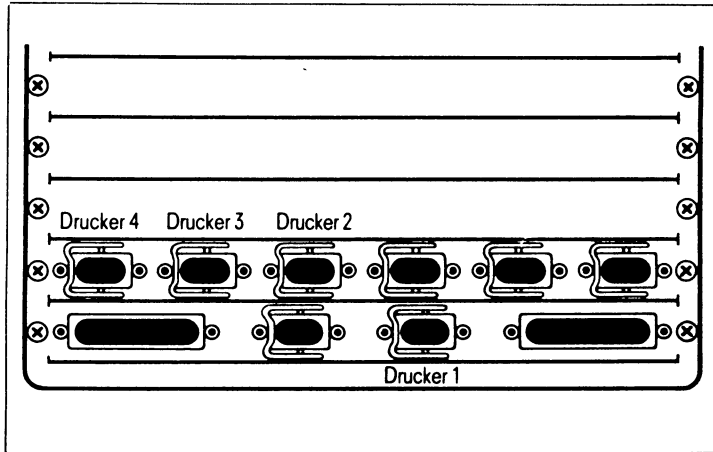

Bild 4.9: Anschluß der/des Drucker(s)
- 29 Falls Sie Drucker anschließen wollen, stecken Sie nun auch die Stecker der Drucker-Verbindungsleitungen an die im Bild 4.9 gekennzeichneten Steckplätze und schrauben sie fest.